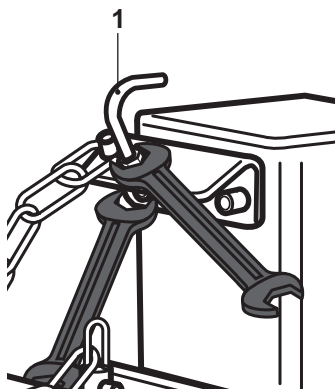

Fig. 6b
- > Insérez le crochet de la chaîne [1] dans le trou situé à côté du support de la chaîne sur la colonne [2], et fixez-le avec l'écrou [1a] (Fig. 6b).